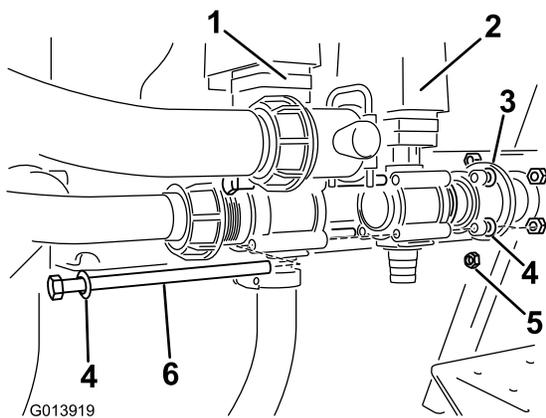

Figure 5
7. Trouvez la vanne d'éjection dans les pièces détachées. Montez la vanne en ligne, à droite de la vanne d'agitation (Figure 5).